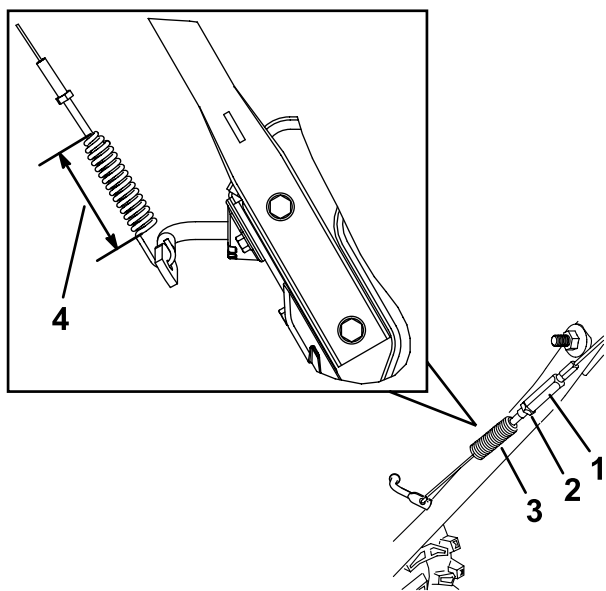

Figura 31
1. Afloje la contratuerca (Figura 31).
3. Afloje o apriete el tensor para ajustar la longitud del muelle a 6,6 cm, tal y como se muestra en la Figura 31.
4. Apriete la contratuerca (Figura 31), asegurándose de que hay una ligera tensión en el cable.